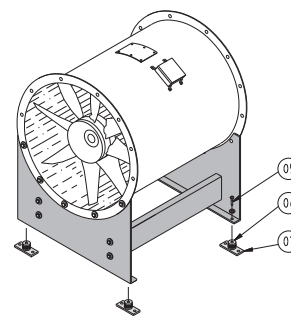
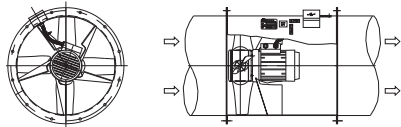

Fig. 6. ACN med konsol och vibrationsdämpare
Fig. 7. Montage i kanal system
Vibrationsdämpare (fig. 6 pos. 06) bultas till konsolens fötter (pos. 05).
För att uppnå den på dimensioneringskurvorna uppgivna kapaciteten skall fläkten förses med kanal som anges i fig. 6 och fig. 7.